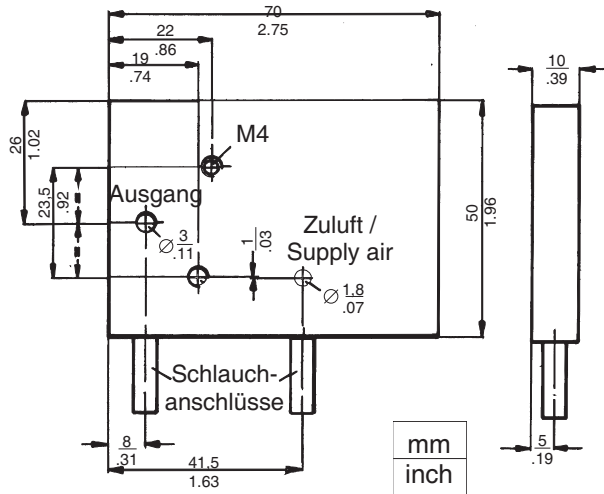
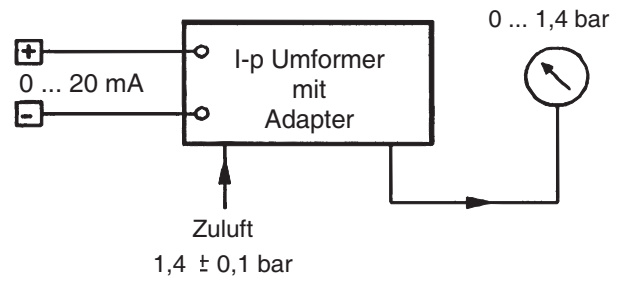

Abb. 26: Prüfadapter für I-p Umformerteil
Abb. 27: Prüfschaltung für I-p Umformerteil
Zum Prüfen und Justieren des I-p Umformerteils wird ein Adapter benötigt, den man sich nach Abb. 26 selbst anfertigen kann.
- I-p Umformerteil an den Adapter Abb. 26 anschließen und nach Abb. 27 beschalten.